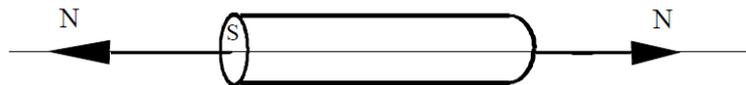

Figure 2.2 – Force de traction simple
- un effort de traction simple si les forces tendent à allonger la barre (**Fig.2.2**),